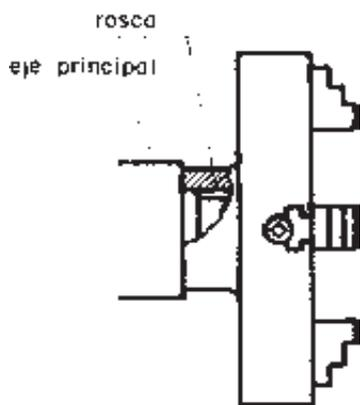

Fig. 1
**a) Cuerpo.-** de hierro fundido, de forma circular con rosca para fijar en el extremo del husillo (Fig. 1) y, en la otra cara, tiene ranuras radiales que se cruzan a 90°, para orientar el desplazamiento de las cuatro mordazas. Posee también, ranuras radiales para la fijación de piezas con tornillos (Figs. 1 y 2). Algunos platos tienen, en la cara, circunferencias concéntricas para facilitar el centrado aproximado de las piezas.